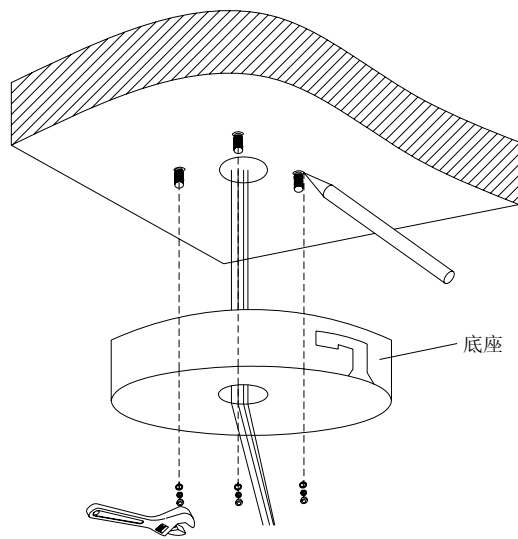

图 8
2.先将膨胀螺栓装入天花板,再将电源线,视频/控制线,RS-485控制线穿过底座,然后用3个沉头自攻螺钉(螺钉随机装箱)与固定在天花板上的膨胀螺栓连接装牢(如图8所示).